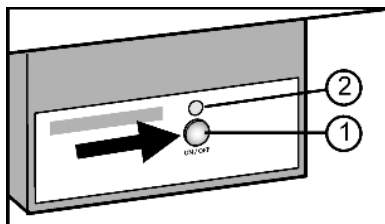

Fig. 12
- Appuyer sur la touche On/Off Fig. 12 (1) afin que la DEL Fig. 12 (2) s'allume.